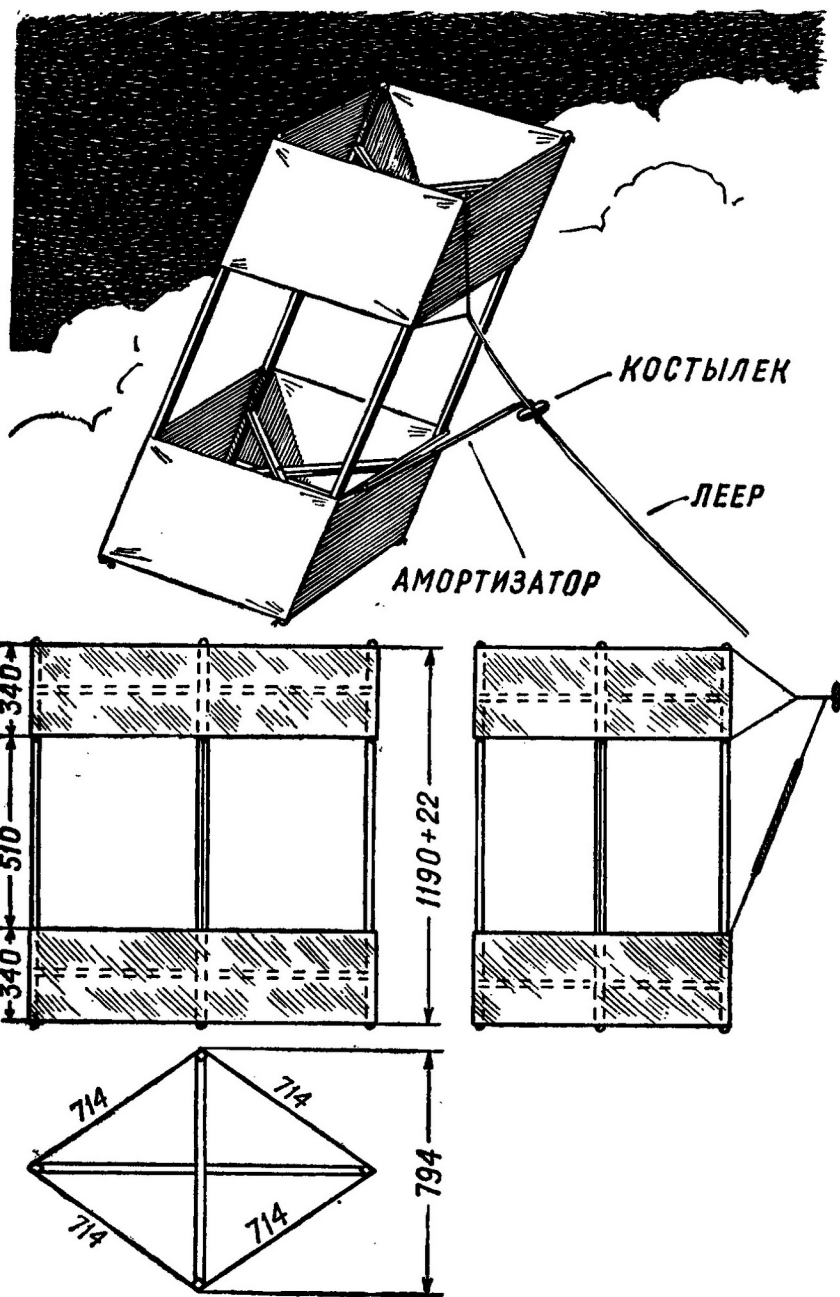
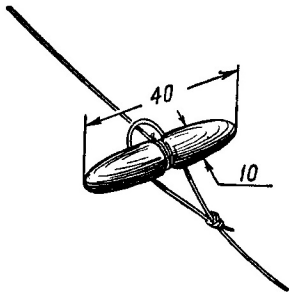

Рис. 30. Общий вид ромбического коробчатого воздушного змея.
Рис. 39. Костылек уздечки змея.
**Сборка змея и подготовка его к запуску.** Змей готов. Собрать его — дело двух-трех минут. Для этого надо расправить обтяжку и вставить на место распорные кресты. Но этого недостаточно, чтобы запустить змея. Надо подготовить еще некоторые необходимые приспособления и детали. Во-первых, к змею прикрепляются уздечка и леер. Уздечка ромбического змея состоит из нескольких пут. У нашего змея их три. Два из них привязываются верхними концами к нижнему лонжерону, перед передним кольцом обтяжки и позади него; другие концы их сводятся в одну точку (рис. 30). Третье путо привязывается к тому же лонжерону, но перед задним кольцом обтяжки. Третье путо привязывают к продолжению первых двух а к оставшемуся свободному концу привязывают небольшой деревянный костылек (рис. 39). От длины третьего путо зависит угол установки змея относительно горизонта (угол атаки), чем путо длиннее, тем меньше угол. Поэтому, взяв вначале длину его, равную 800—820 мм, в процессе запусков эту длину уменьшают.